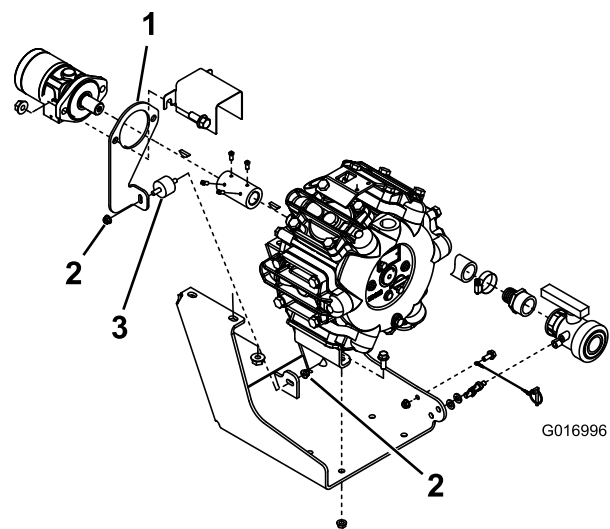

図 1
3. ゴム製の振動マウントをモータ取り付けプレートに固定しているフランジナット (2 個) を外し、ゴム製の振動マウントを外す (図 1)。